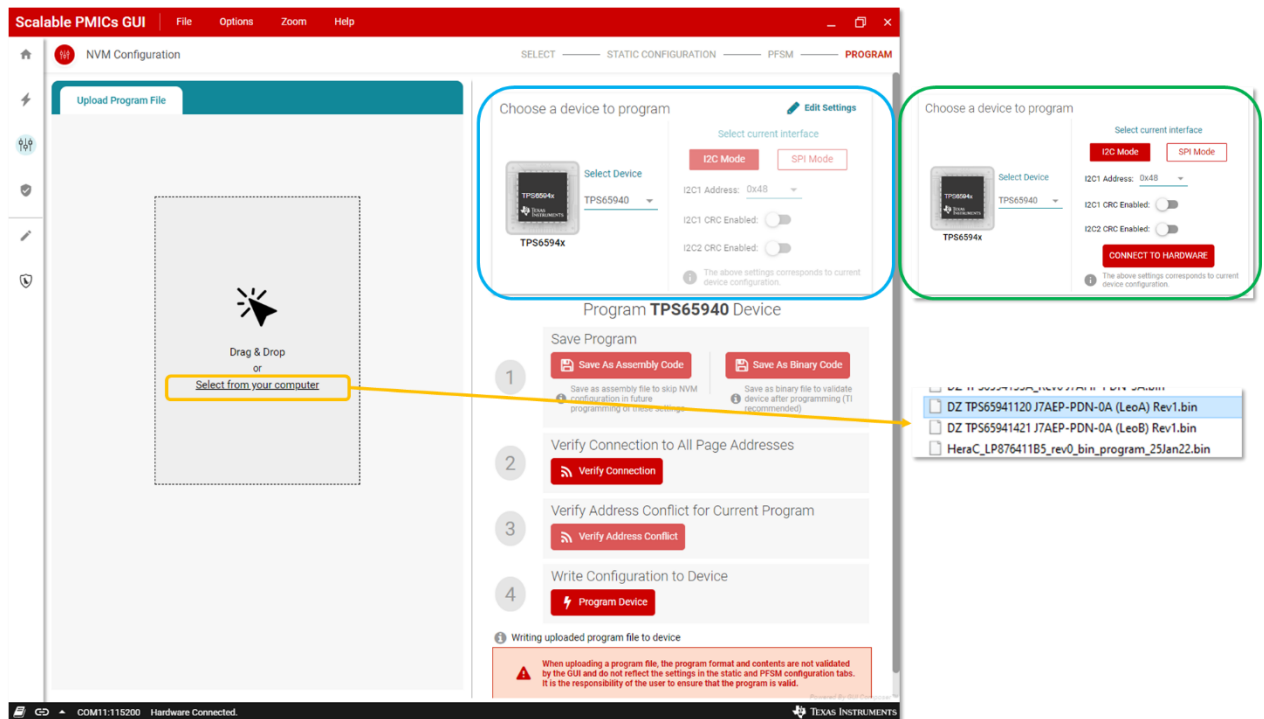

Figure 15. Program NVM 界面 1
2. 之后进入如图 15 所示的 program NVM 界面，点击左侧 Select from your computer 按钮，载入需要烧录的 NVM 固件，这个固件可以是器件原始的 NVM（用以恢复产品原状），或者是基于原始 NVM 修改的 NVM（用以定位问题），或者是自己生成的 NVM（满足特殊用途），自己生成 NVM 的话题将在这个系列的第五篇中讨论。注意右上角的信息确认芯片是否处于连接状态，未连接时的界面如绿色框中所示，需要选对 I2C 地址后点击 connect to hardware 连接 PMIC。